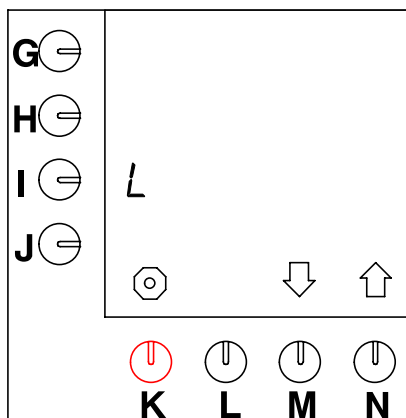

Fig. 22 De standaard ingestelde eenheid = L (liters)
Het apparaat staat standaard op de eenheid L (= liters) ingesteld. Deze eenheid kan gewijzigd worden. (Deze eenheid staat standaard in het display bij de voorkeuzetoetsen (fig. 22).
- Dit is de standaard instelling (fig. 22).